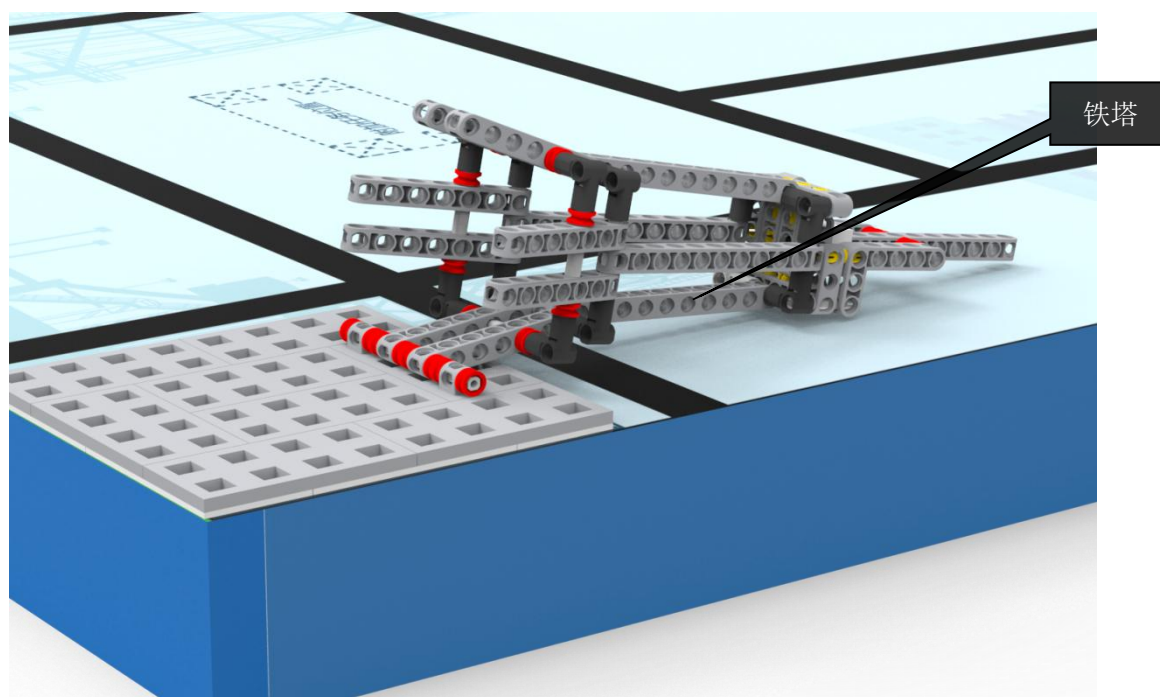

图 11-铁塔模型
2.11.1 二层场地上的有一个铁塔任务模型，平放在场地上，如图11所示。